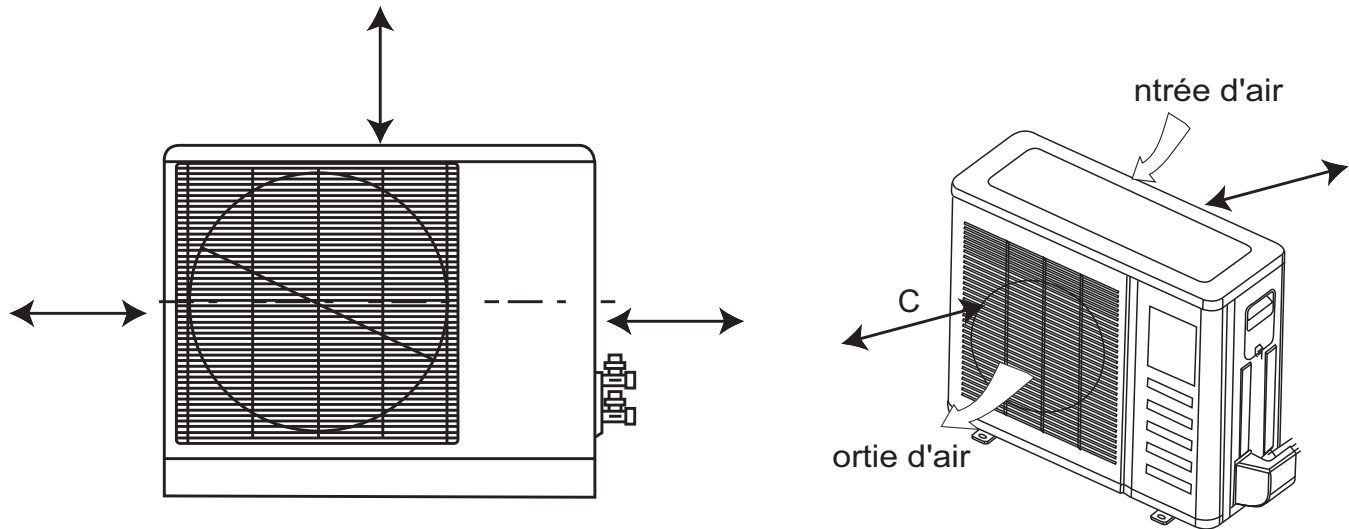

Figure 3 – Dégagement de l'appareil extérieur
Laissez suffisamment d'espace pour permettre la circulation d'air et l'entretien de l'appareil. Consultez la figure 3 pour connaître les distances minimales requises entre l'appareil et les murs ou les plafonds.
- Emplacement qui fournit les dégagements appropriés (voir la figure 3).